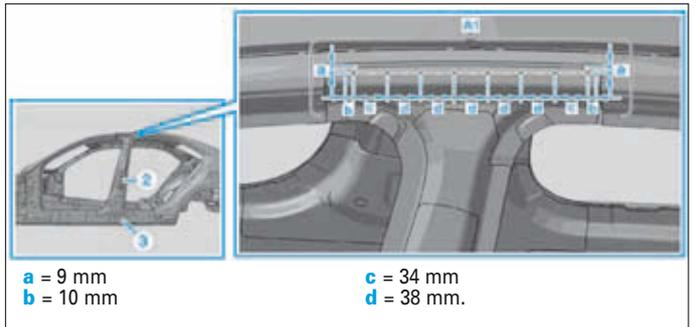
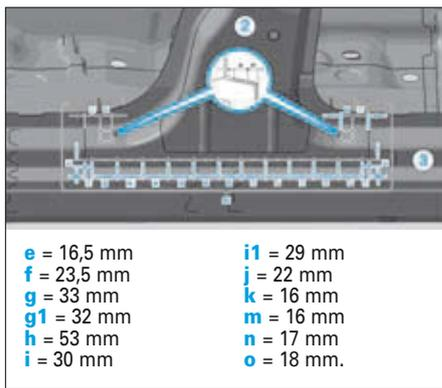

FIG. 80
FIG. 81
- Poser et ajuster le montant B (2) et le longeron latéral sur la caisse (Fig.80) et (Fig.81).
- Tracer des trous de rivet sur le montant B (2) dans la zone (A 1 et B1).